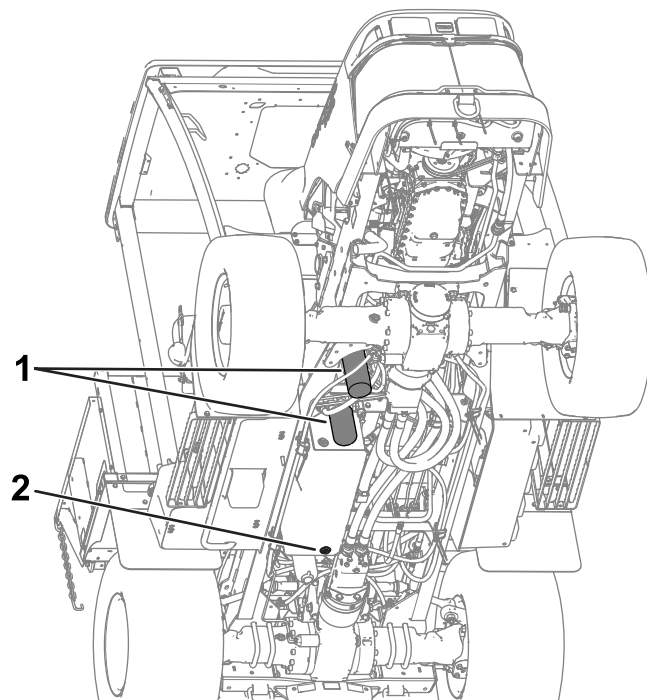

Figura 114
5. Togliete il tappo di spurgo dalla parte inferiore del serbatoio e lasciate spurgare il fluido idraulico nella bacinella (Figura 114).
8. Collocate una bacinella di spurgo sotto il filtro, e togliete il filtro (Figura 114).